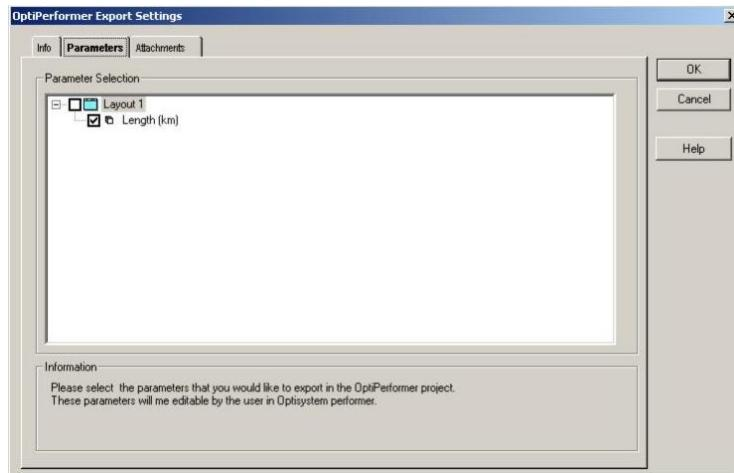

Figura 4 Configuración OptiPerformer de diálogo
5. Seleccione los parámetros globales para exportar con el archivo de proyecto OptiPerformer mediante la ficha Parámetros (Figura 4).